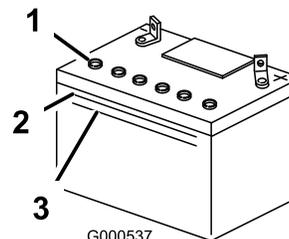

Figura 55
3. Osservate il fianco della batteria. L'elettrolito deve raggiungere la linea **superiore** (Figura 55). Non lasciate scendere il livello di elettrolito al di sotto della linea inferiore (Figura 55).
5. Togliete i tappi di spurgo dalla batteria (Figura 55).
6. Aggiungete lentamente acqua distillata in ogni elemento della batteria finché l'elettrolito non raggiunge la linea superiore (Figura 55) sulla scatola della batteria.
7. Attendete 5 o 10 minuti dopo avere riempito gli elementi della batteria. All'occorrenza, aggiungete acqua distillata finché l'elettrolito non raggiunge la linea superiore (Figura 55) sulla scatola della batteria.